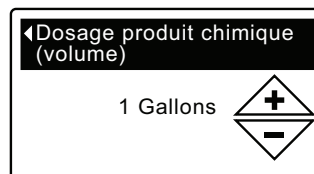

FIG. 76
7. Appuyez sur le SÉLECTEUR (O) pour afficher le menu de l'une de ces options (cf. Figure 76 et 77).